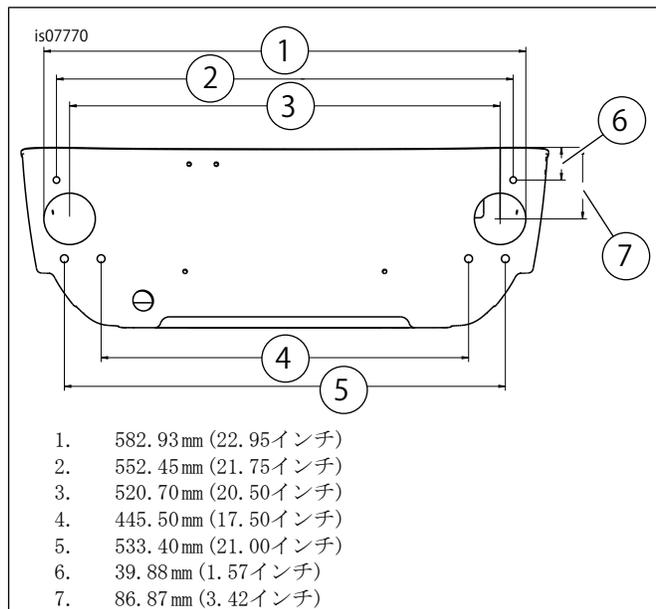

図2. 穴位置参照寸法(近似値)
5. 穴の位置の印を測定して、「図2」の寸法に合っていることを確認します。63.5mm(2.5インチ)穴がツアーパックの外側コーナーから飛び出していないことを確認します。必要に応じて穴の位置を調整します。